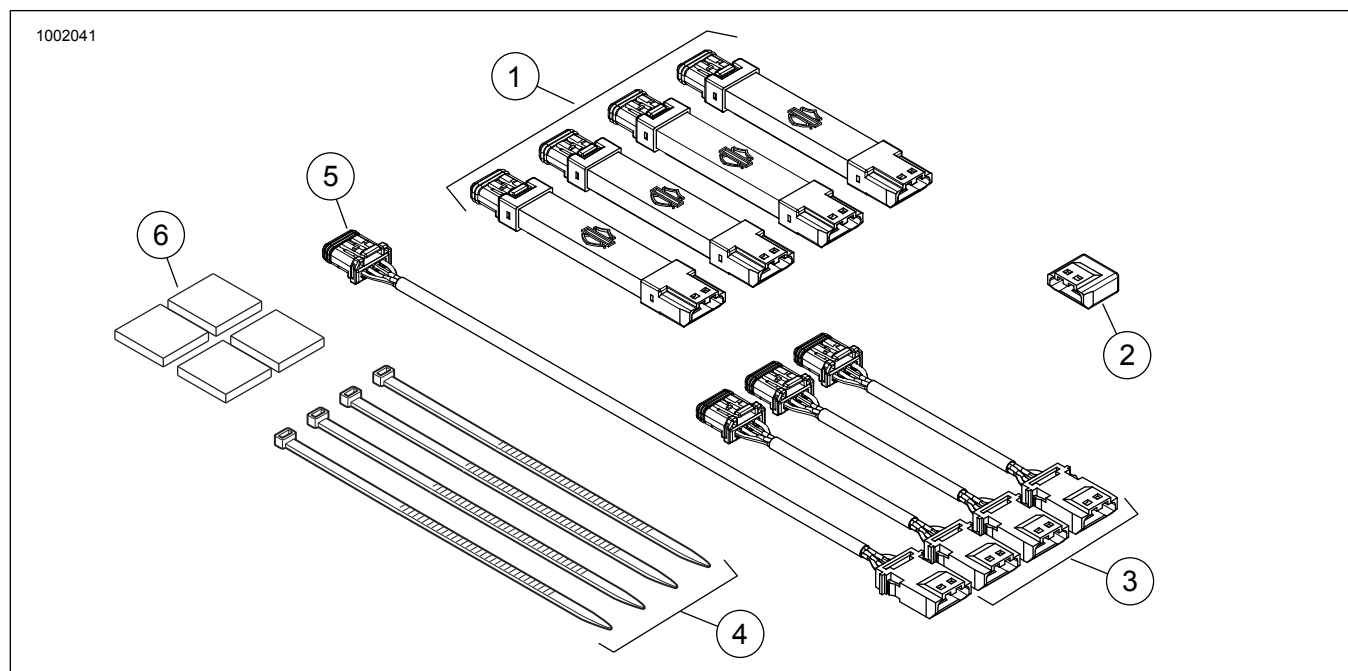

Figura 2. Piese de service, kituri tuburi luminoase Spectra Glo
A se vedea figura 2. și Tabelul 1.
2. A se vedea figura 2. Asamblați (de probă) tuburile luminoase (1) și cablajele (3 și 5) în configurația dorită.